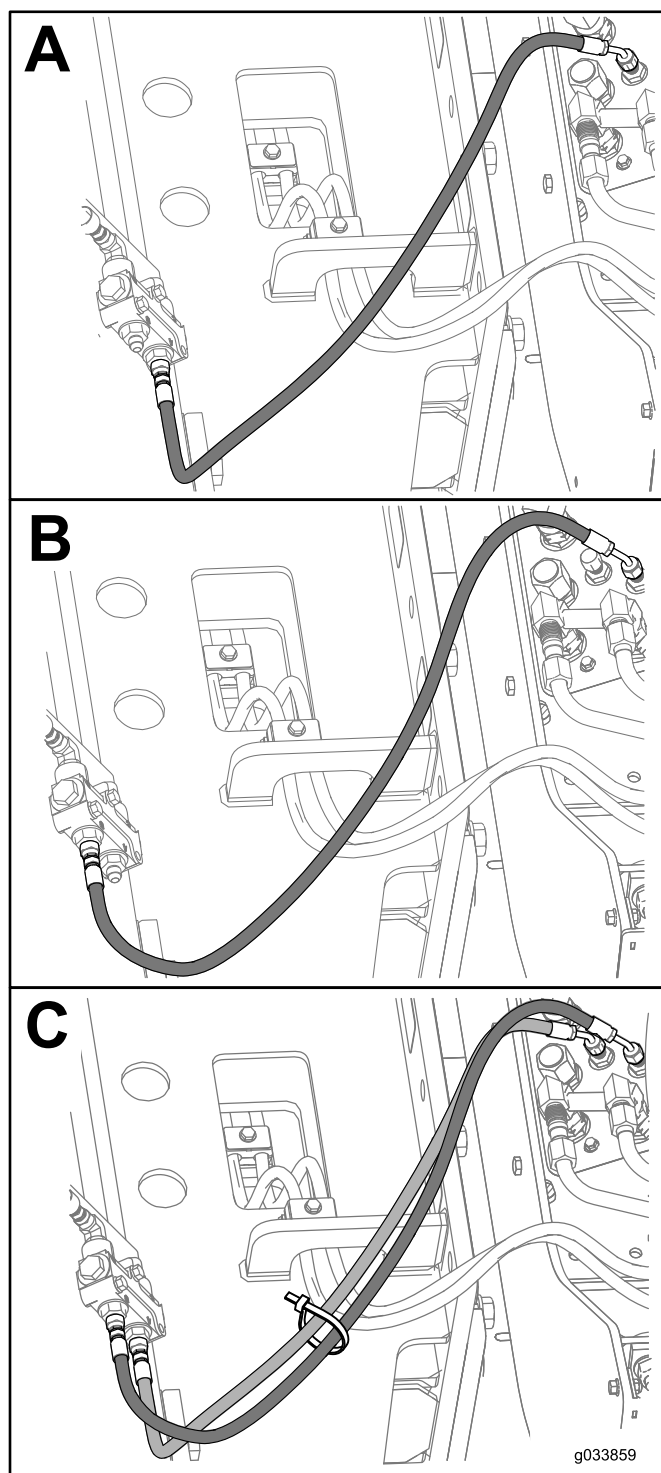

Рисунок 7
1. Подсоедините гидравлические шланги траншеекопателя, как показано на Рисунок 7.